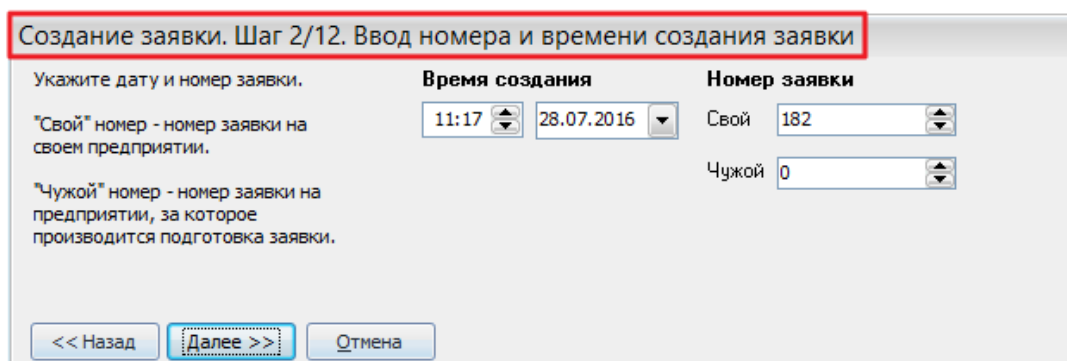

Рисунок 10.10 – Ввод номера и времени создания заявки
- **«Шаг 2/12. Ввод номера и времени создания заявки».** На данном шаге необходимо указать время и дату создания заявки и ввести свой и чужой номер заявки (Рисунок 10.10). Если указано «свое» предприятие, то необходимо ввести свой номер заявки (указать чужой номер заявки может только пользователь, обладающий правом «Задания чужого номера при создании заявки»). Если у пользователя нет права «Изменение своего номера при создании заявки», то поле «Свой» номер заявки недоступно для редактирования на шаге 2/12. Если указано «чужое» предприятие, то необходимо также ввести чужой номер заявки.